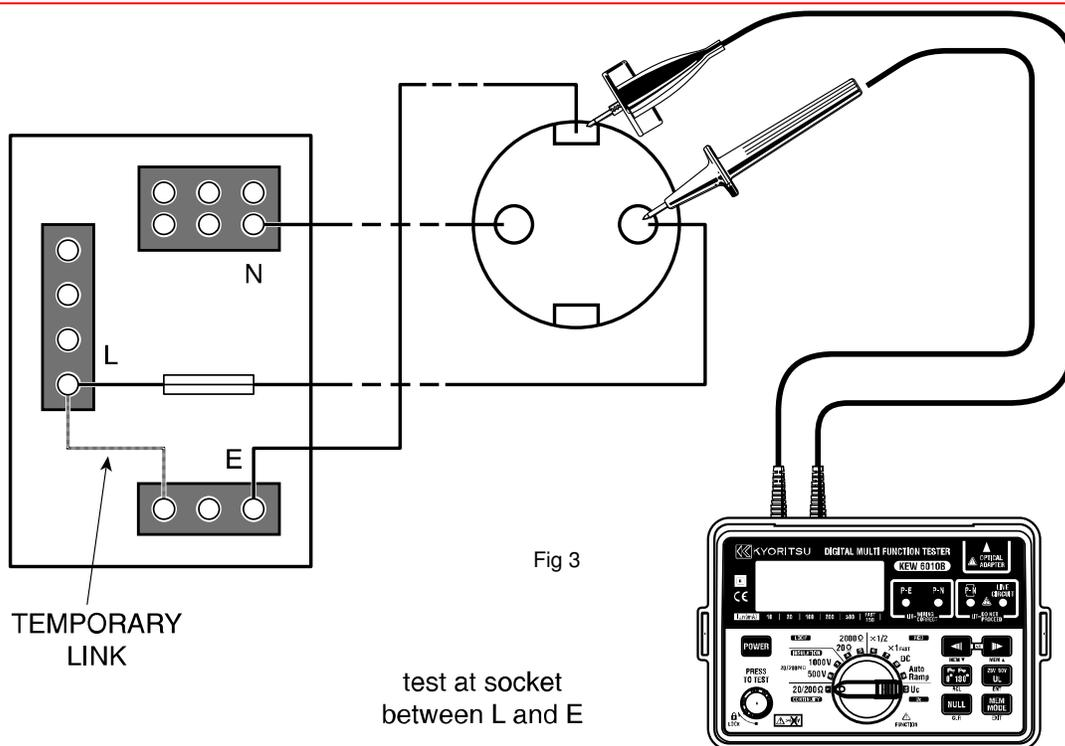

Fig 3
5. Connectez les cordons au circuit dont la résistance doit être mesurée (cfr Fig 3 pour une connexion typique). **D'abord il faut vérifier si le circuit est dépourvu de toute tension.** Le témoin de mise sous tension s'allumera si le circuit est sous tension – mais vérifiez tout de même avant de commencer le test !